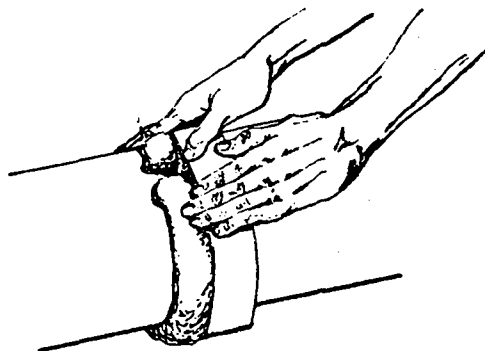

FIG. 3
4.º Passo — Deixe uma abertura para fazer o preenchimento (fig. 3).